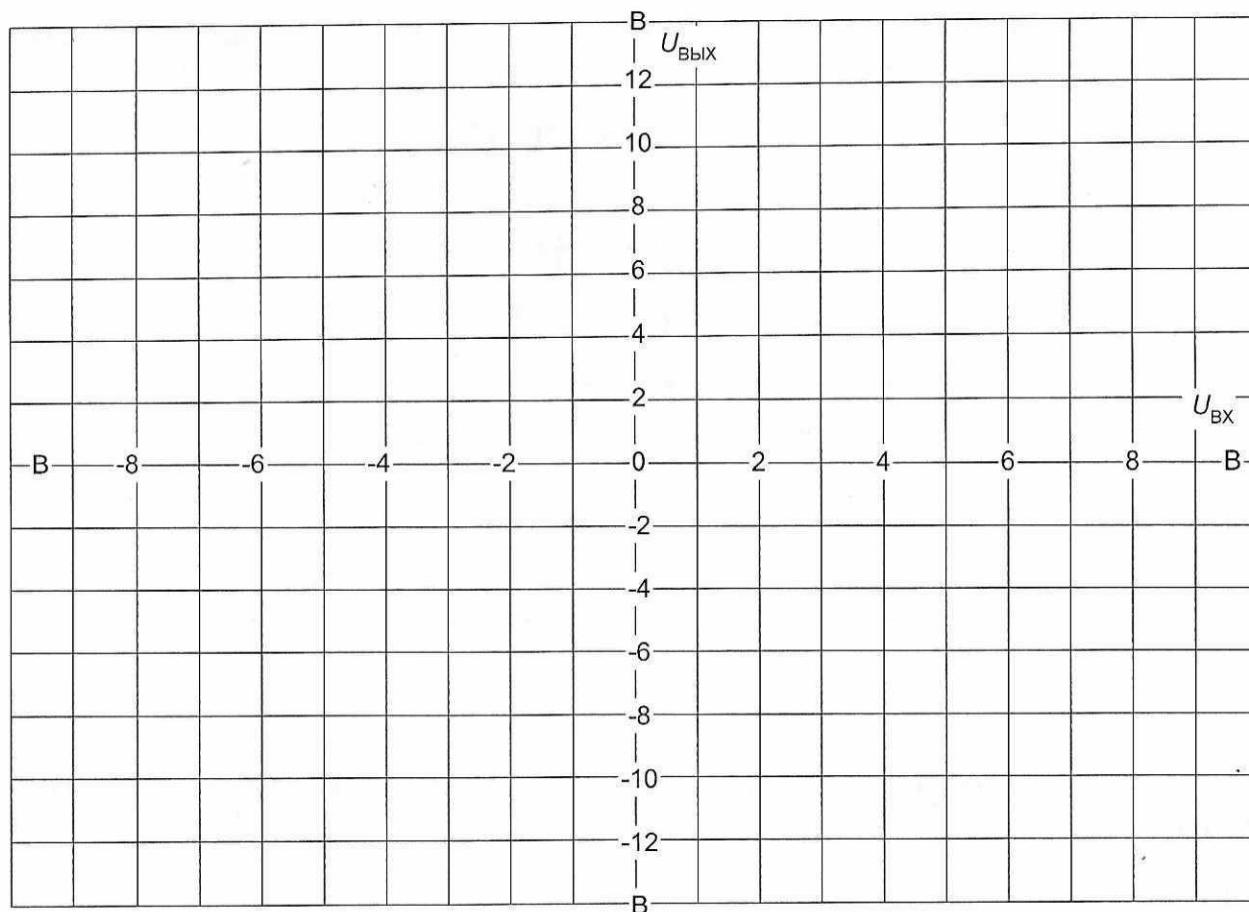

Рис. 3.7.3
- Изменяя напряжение $U_{\text{ВХ1}}$ от -10 В до $+10 \text{ В}$, снимите зависимость $U_{\text{ВЫХ}}(U_{\text{ВХ1}})$ (таблица 3.7.1) и постройте график (рис. 3.7.3).